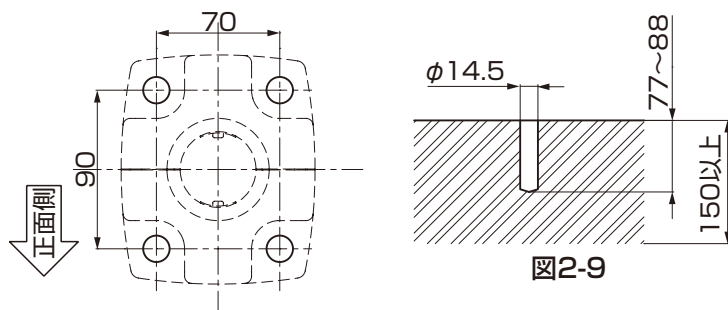

図2-8
- コーナー部の丸柱施工位置については、「(4) コーナー部丸柱の場合」を参照してください。
① 図 2-8、図 2-9 を参照して、基礎部に必要な深さの穴をあけてください。